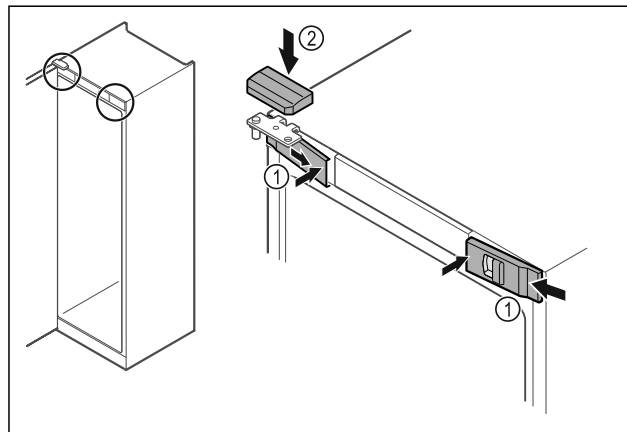

Fig. 50 *
- Agganciare le coperture anteriori Fig. 50 (1) di lato e innestarle all'interno.*
- Innestare la copertura superiore Fig. 50 (2) dall'alto.*